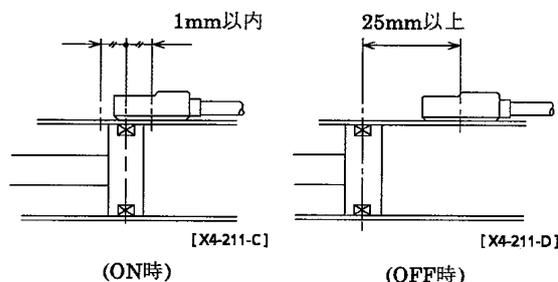

図20. スイッチとピストン磁石との位置関係
但し、(図19)は、スイッチとピストン磁石との位置関係が(図20)の状態にある場合の特性です。
- ① スイッチ中心と磁石中心とが±1mm以内となるよう、スイッチを取付けてください。
- ② 検出可能最小ストロークは、25mmとなります。
- ③ やむを得ずシリンダ移動中に外部磁界が加わる場合には、(図20)の位置関係の状態、磁界が印加される様、システムを設計してください。